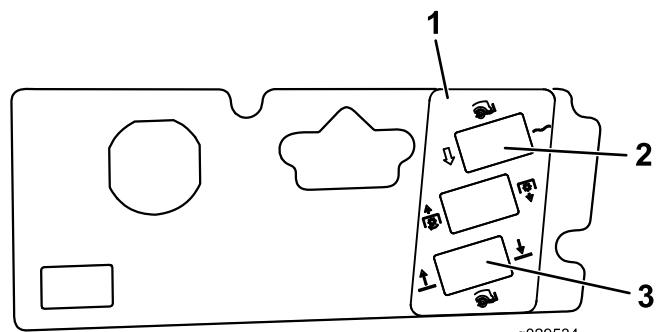

Bild 24
8. Säubern Sie die Oberfläche des Armaturenbretts und bringen das Schild um die entstandenen Löcher herum an (Bild 24).
9. Setzen Sie die Schalter in die entsprechenden Einbauöffnungen ein (Bild 24).